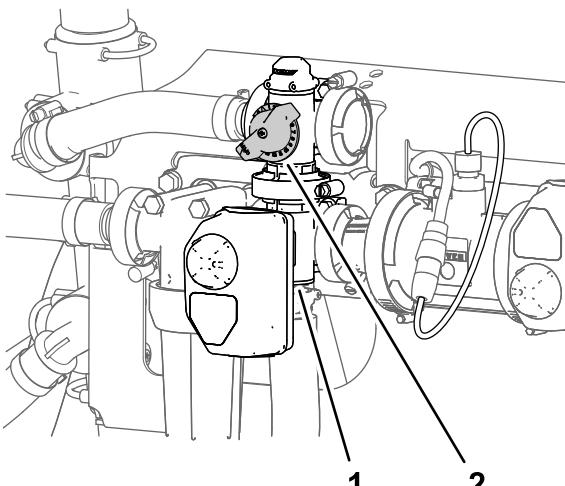

Рисунок 35
- Отрегулируйте перепускной клапан перемешивания (Рисунок 35) на задней стороне клапана перемешивания так, чтобы давление в системе опрыскивания, показываемое манометром, составляло 689 кПа (6,89 бар).